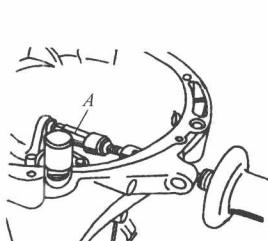

图 1-14 拆装分离轴承
6) 用  $A = 78.5 \sim 23.5\text{mm}$  的内拉头拉出分离轴承，如图 1-14 所示。